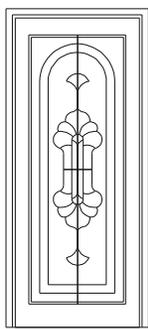
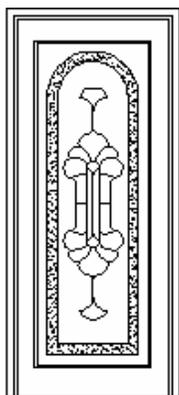
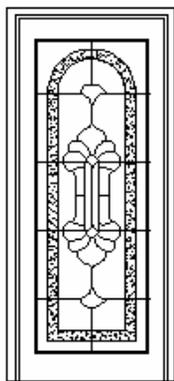
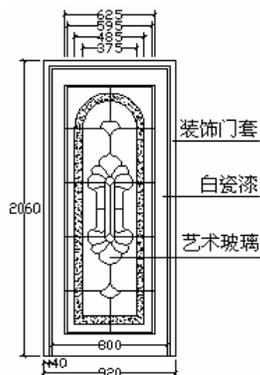

图 5-2-34
图 5-2-35
图 5-2-36
图 5-2-37
**STEP 14** 参照上面的第 (13) 步再将得到的花饰向下镜像一个，如图 5-2-34 所示。
**STEP 15** 使用填充命令 BHATCH (BH) 将如图 5-2-34 所示的一部分图形填充为 (AR-SAND)，其填充比例为 20，如图 5-2-35 所示。
**STEP 16** 使用绘制直线命令 LINE 在如图 5-2-35 所示中添加一些线段，如图 5-2-36 所示。
**STEP 17** 参照前面绘制卧室门时的文字标注和尺寸标注对如图 5-2-36 所示的门进行标注如图 5-2-37 所示。